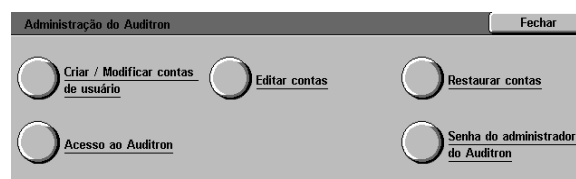

Figura 7: tela Administração do Auditron
- 3 Use o teclado numérico para inserir a senha correta e toque em **Entrar** na Tela de toque para exibir a tela Administração do Auditron, conforme ilustrado na Figura 7.